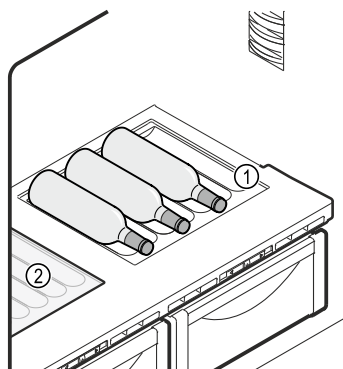

Fig. 104 Ilustrační zobrazení
- ▶ Skleněnou desku Fig. 104 (2) vložte pod variabilní přihrádku na láhve.